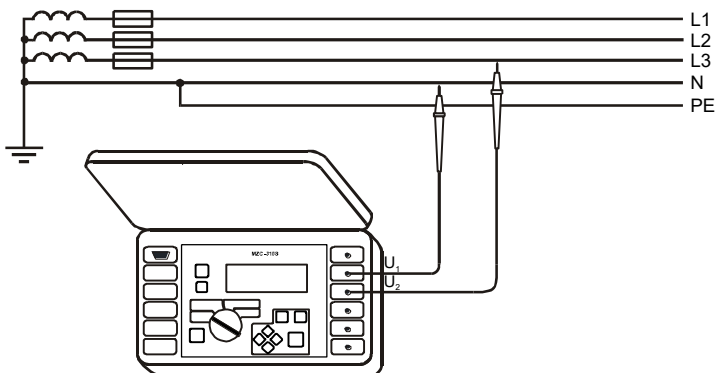

Ilustración9. Medición de la tensión alterna
- Conecte los cables de medición a los enchufes: **4** U₁ y **5** U₂ (Ilustración9)